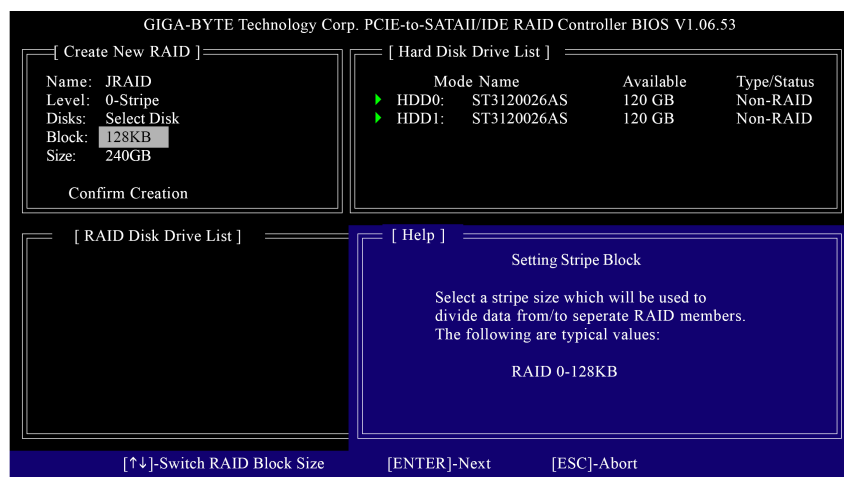

図 7
4. **Set Block Size (RAID 0 のみ)**: **Block** 項目で、上下矢印キーを使用して 4K~128K のブロックサイズを選択します(図 7)。ENTER を押して終了します。